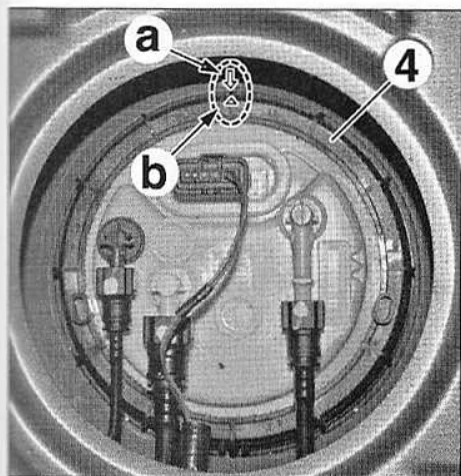

FIG.33
- Serrer la bague-écrou (4) jusqu'à ce que les flèches (a) et (b) soient alignées (Fig.33).